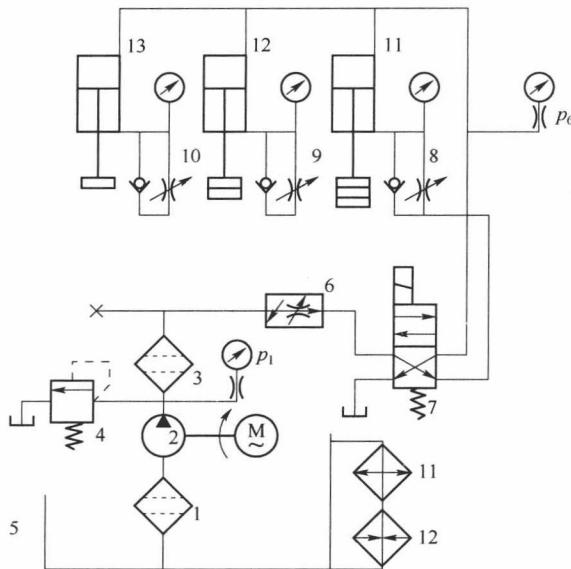

图 1-4 QCS002 型液压实验台工作原理图
- (1) 如图 1-4 所示，选液压缸 11 进行实验，在缸的挂钩上依次挂上 1 个砝码、2 个砝码、3 个砝码，操纵电磁换向阀 7 工作于下位，使缸的活塞上行。先观察清楚各压力表的变化情况，然后记下  $p_1$ 、 $p_{11}$  的压力值，填入表 1-2 中。
3. 如图 1-4 所示，写出组成液压系统的液压元件的名称。